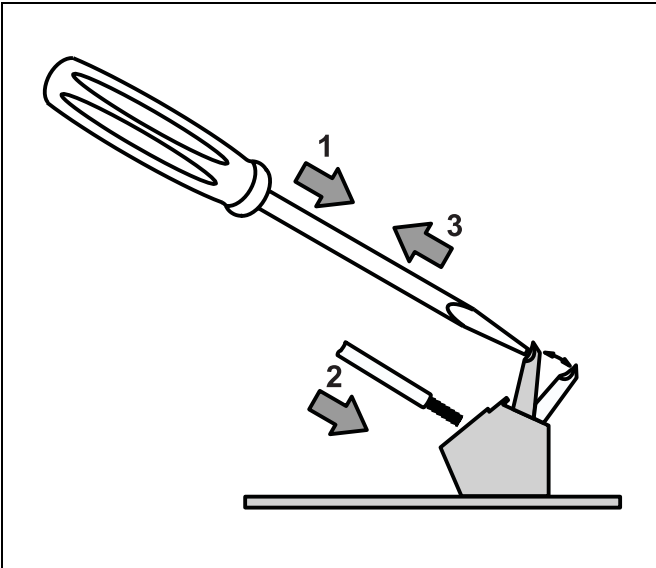

Abb. 35 Einführung der Kabel mit schraubenlosen Federklemmen
Handhabung: Durch Druck auf das Federelement (1) kann das abisolierte Kabel (2) eingeführt werden. Den Druck (3) auf das Federelement lösen (Abb. 35).